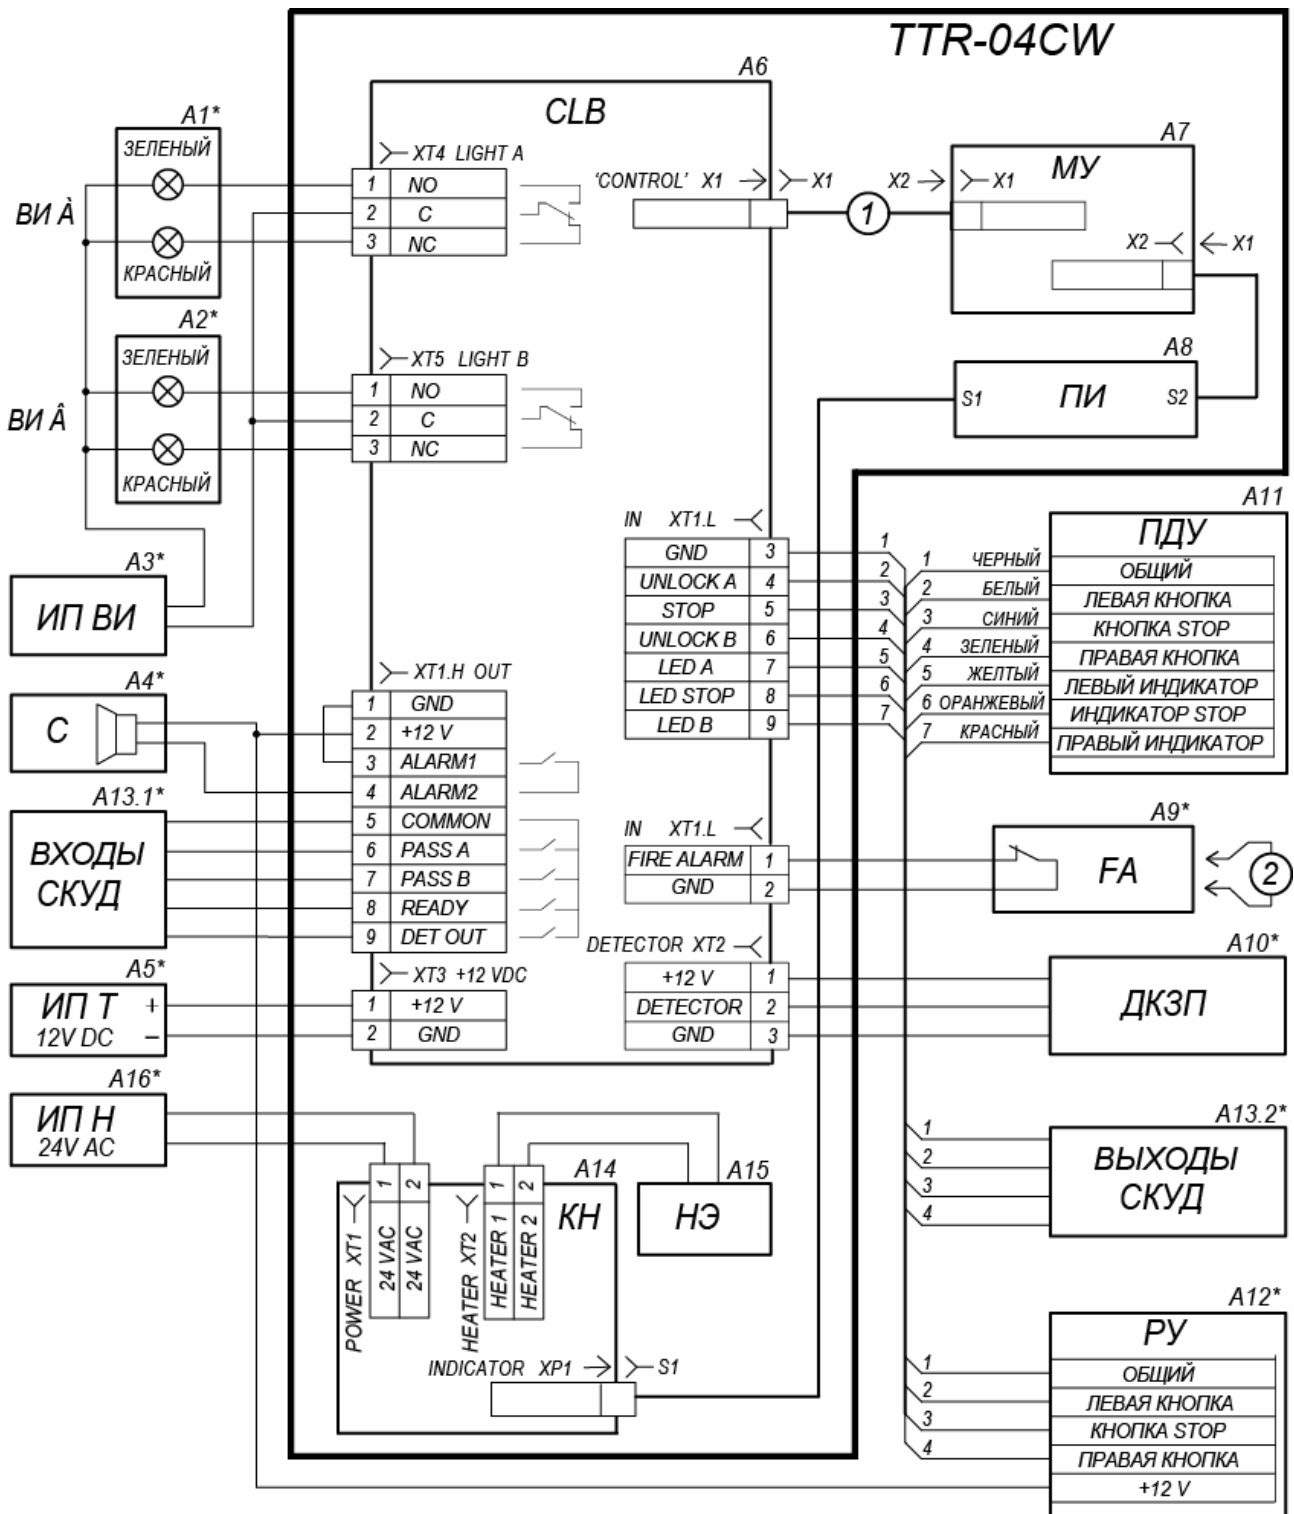

Рисунок 12. Схема электрических соединений турникета (перечень элементов см. в табл. 2; элементы, обозначенные звездочкой, не входят в комплект поставки)
Схема подключения турникета приведена на рис. 12. Расположение клеммных колодок на плате управления указано на рис. 5. Используемые при монтаже кабели указаны и их максимальная длина указаны в разд. 8.3. Рекомендации по подготовке установочной поверхности и организации зоны прохода приведены в разд. 8.1. При монтаже турникета придерживайтесь следующей последовательности действий:
4. Установите источник питания турникета (8) на отведенное для него место в соответствии с инструкцией, приведенной в эксплуатационной документации на этот источник питания.
5. Подключите кабель питания (9) от источника питания турникета (8) к клеммной колодке **ХТЗ** на плате управления, а также кабель от источника питания системы подогрева в соответствии с рис. 12. Подключите кабель ПДУ (11) к клеммной колодке **ХТ1.L** на плате управления. Подключите при необходимости кабели от других устройств к соответствующим клеммным колодкам платы управления (см. рис. 5 и 12).
6. Снимите крышку турникета с блоком индикации (2). Для этого:
- отверните болт крепления крышки к стойке турникета с помощью торцового ключа S10. Болт находится на наклонной поверхности стойки рядом с замком механической разблокировки (15), ниже планшайбы (3);
Таблица 2. Перечень элементов схемы электрических соединений (рис. 12)